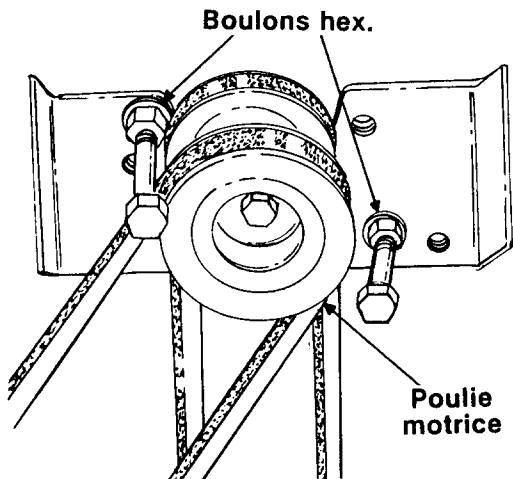

FIGURE 30
- Enlevez les deux boulons qui maintiennent le support du levier de vitesses sur le châssis, sur la gauche du tracteur. Déplacez le support vers la droite pour que la courroie puisse être dégagée de la poulie de la transmission. Voir la figure 30.
3. Enlevez les deux boulons hex. (de retenue de la courroie) sur le dispositif de protection de la courroie de la poulie motrice. Voir la figure 30.
Vérifiez que les boulons hex. sont replacés de la manière illustrée à la figure 30.
5. Enlevez les deux boulons hex. (de retenue de la courroie) du dispositif de protection de la courroie de la poulie motrice. Voir la figure 30.
Vérifiez que les boulons hex. sont replacés de la manière illustré à la figure 30.